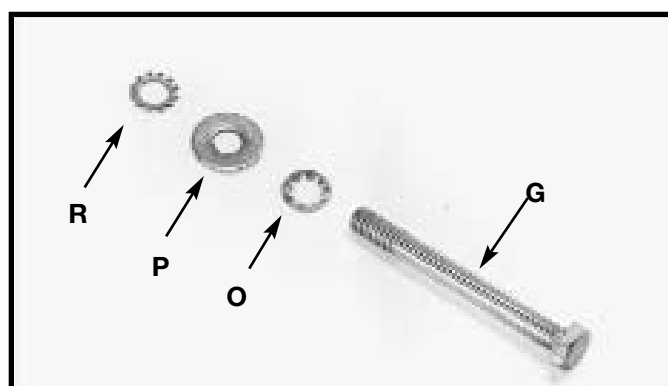

Fig. 10
3. Localice el tornillo de cabeza hexagonal de 1/4-20x2fi pulg. de largo (G) Fig. 10, y ensamble la 1/4 pulg. arandela de cierre con dientes internos (O), 1/4 pulg. arandela plana (P), y 1/4 pulg. arandela con dientes externos (R) al tornillo (G).